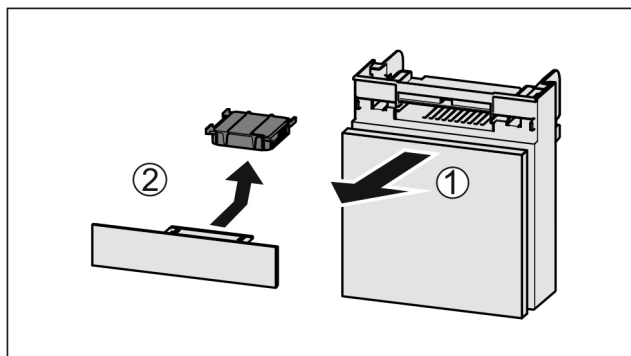

Fig. 73
- ▶ Estrarre il vano tirando in avanti Fig. 73 (1).
- ▶ Rimuovere il filtro a carboni attivi Fig. 73 (2).